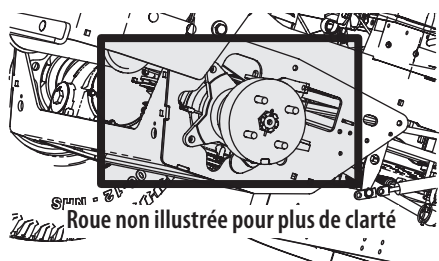
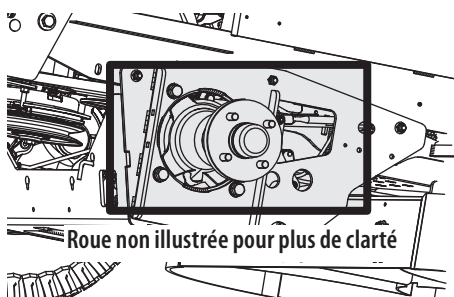

Fig. 33
Fig. 34
- Nettoyez autour et à proximité de la transmission, de l'essieu et de la zone du ventilateur (Fig. 33 de la transmission Parker et Fig. 34 de la transmission Hydro-Gear).